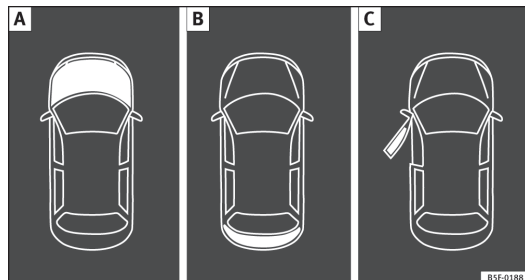

Fig. 39 A : capot-moteur ouvert ; B : hayon ouvert ; C : porte avant gauche ouverte.
- Capot-moteur, hayon et portes ouvertes ⇒ fig. 39.